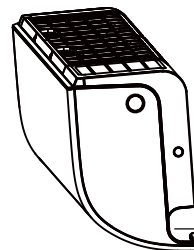

Fig. 3.3
2. Si el agujero de la pared está detrás de la unidad, mantener la placa de acceso en su lugar. Si el agujero en la pared está al lado de la unidad interior, saque la placa de acceso de ese lado de la unidad. (Véase la **Fig. 3.3**) Esto creará un espacio a través del cual la tubería puede salir de la unidad. Use alicates de punta fina si la placa de acceso es muy difícil de sacar con la mano.